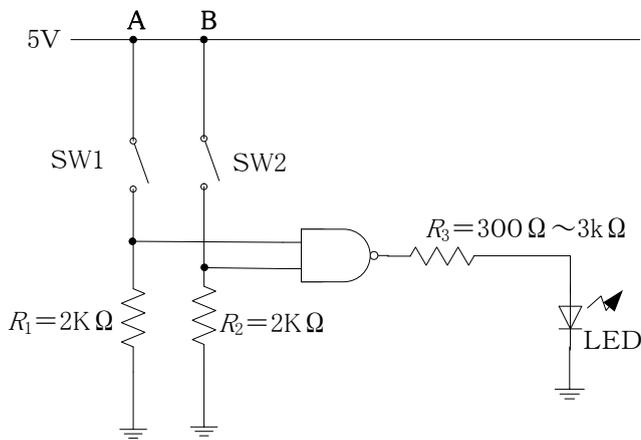

図5-4 否定論理積(NAND)の回路図
- (1) 図5-4のように配線する。
- (2) 動作を確認して、結果を表5-4の真理値表に記録する。